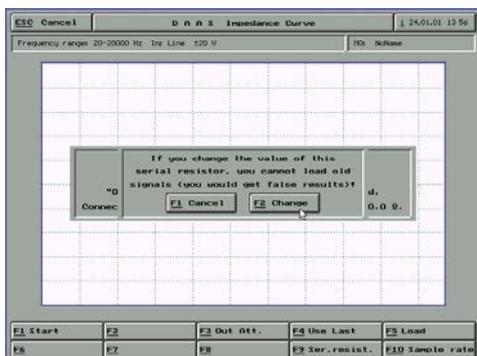
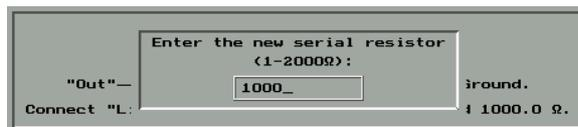

图 6-2
图 6-3
1)主界面 (图4-8)-F2 Impedance-F9 Ser.resist.-F2 change(如图6-2) -F2 Change-输入1000Ω（输入值为阻抗盒内接的电阻的阻值，如图6-3）-回车